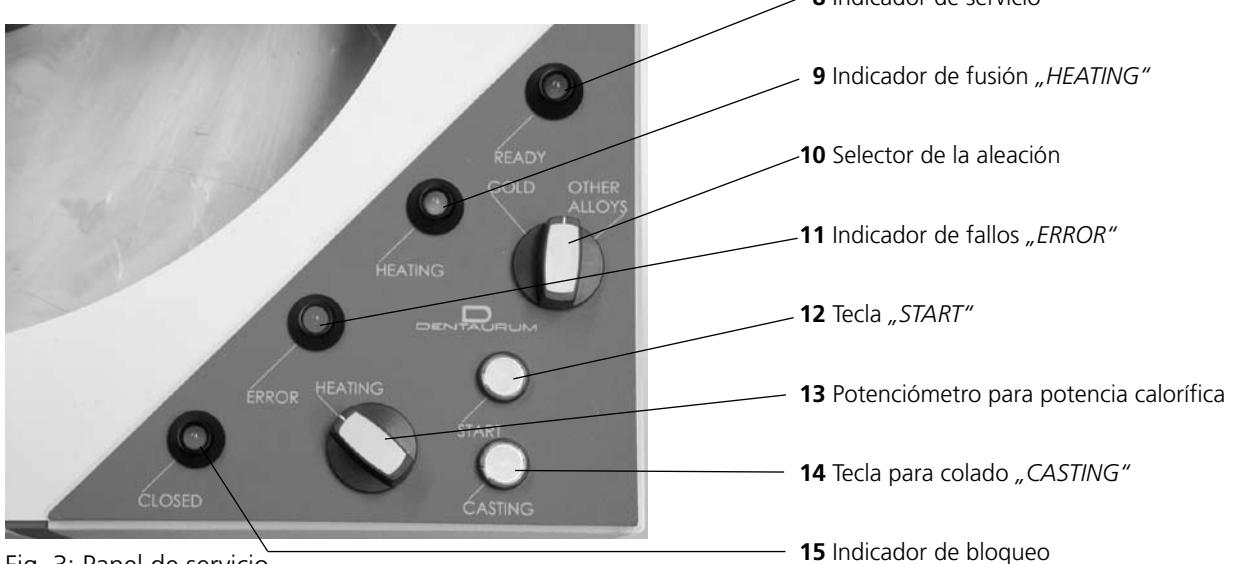

Fig. 3: Panel de servicio
- La bobina de inducción (Fig. 4, part. 18) como fuente de calor se halla en la parte inferior de la cámara y sube después de estar posicionado el brazo de centrifugado presionando la tecla „START“ (Fig. 3, part. 12).
- Presionando la tecla „CASTING“ (Fig. 3, part. 14) se finaliza el proceso de fundición.
- Si la instalación del agua circula bien se encenderá el indicador verde „READY” (Fig. 3, part. 8).